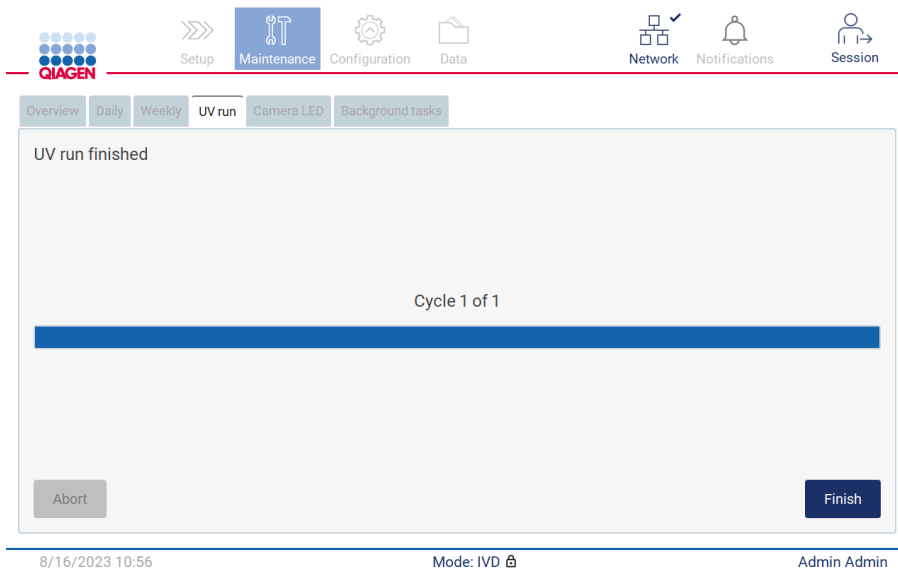

Figure 186. Écran UV run finished (Cycle d'UV terminé).
7. Un message (voir Figure 186 ci-dessous) s'affiche après un cycle d'UV. Tapez sur **Finish** (Terminer) pour terminer le cycle d'UV.